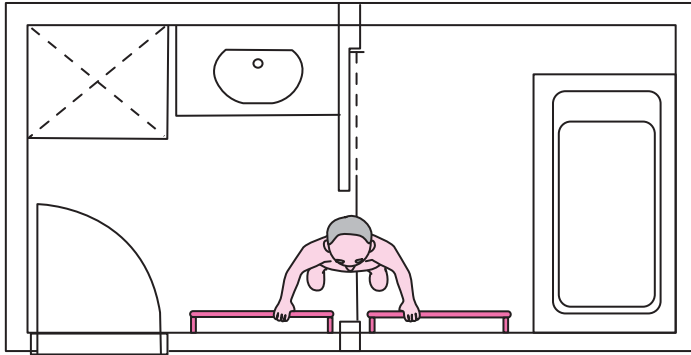

図 7-4 両手で把持する場合
- 両手で把持すると支持基底面が拡大し、より安定した昇降動作を可能としますが、身体を支持する脚が左右どちらかに限定されてしまいます。(図 7-4)